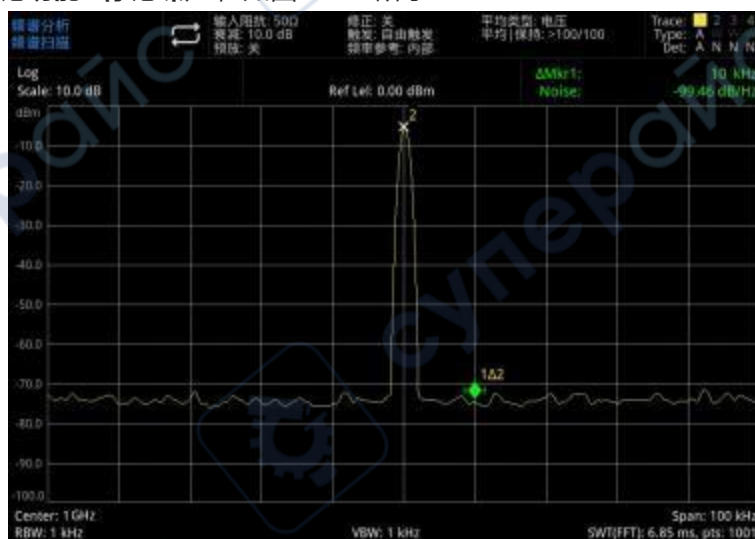

图 3-20：相位噪声
- 6 按[Marker] > 标记功能 > 标记噪声，如图 3-20 所示：